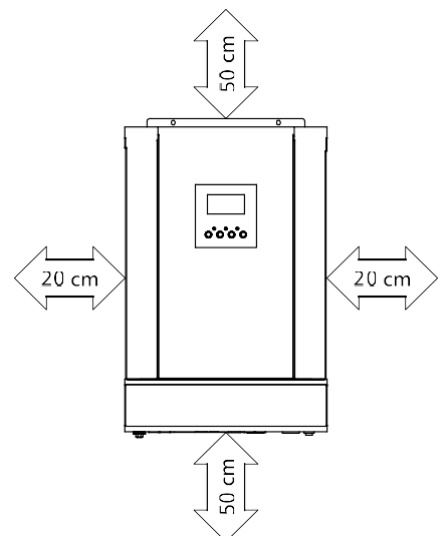

Figura 4: Distancia mínima a paredes y otros objetos
- Mantenga otros objetos y superficies tan alejados del inversor instalado como se muestra a la derecha en la Figura 4 para garantizar una disipación de calor suficiente y tener suficiente espacio para retirar los cables